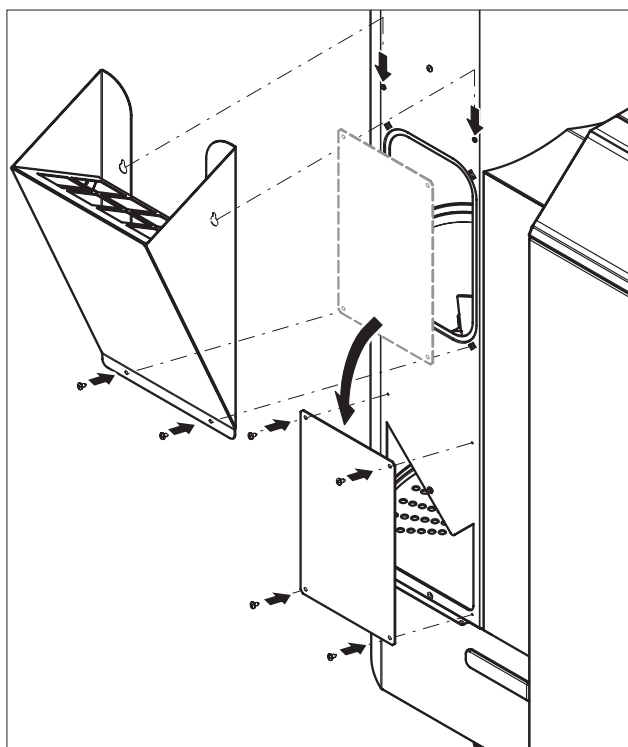

Fig. 88 Pelletsschütte und Revisionsdeckel montieren
- ▶ Pellets bei der Revisionsöffnung mit einem kleinen Kübel oder Schaufel in den Vorratsbehälter einfüllen bzw. Pelletsschütte (Zubehör – Pelletsschütte zur Überbrückung bzw. zur händischen Befüllung des Vorratsbehälter, wenn Zuführung noch nicht fertig ist) befestigen und Pellets einfüllen – Fig. 88.
- ▶ Revisionsdeckel als Berührungsschutz vor der Öffnung zur Förderschnecke montieren – Fig. 88.